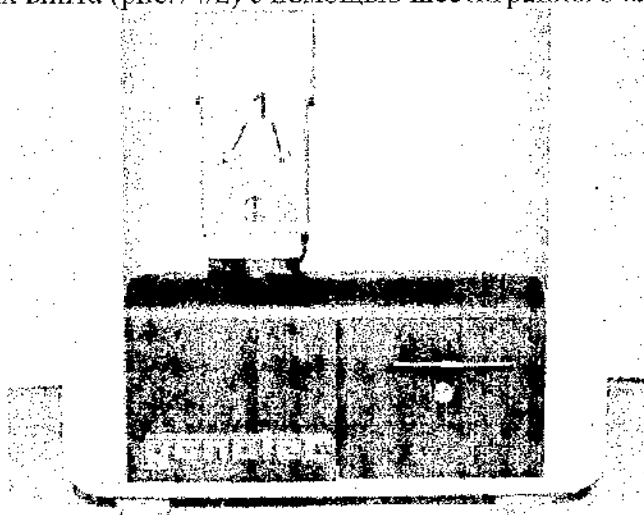

Рис. 74: Выкручивание крепежных винтов
5. Открутить 2 крепежных винта (рис. 74/2) с помощью шестигранного ключа (SW 2).